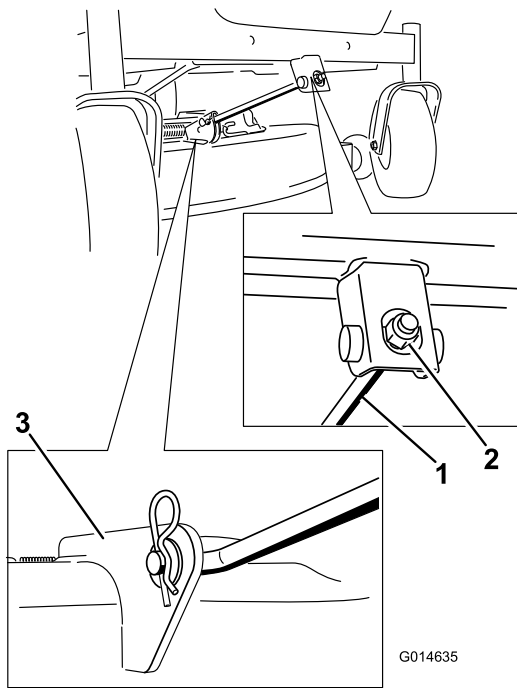

Figure 63
4. Retirez la goupille fendue de la tige de support avant et déposez la tige du support de tablier (Figure 63). Abaissez doucement l'avant du tablier de coupe au sol.
- Fixez la tige de support avant au tablier de coupe à l'aide de l'axe de chape et de la goupille fendue (Figure 63).